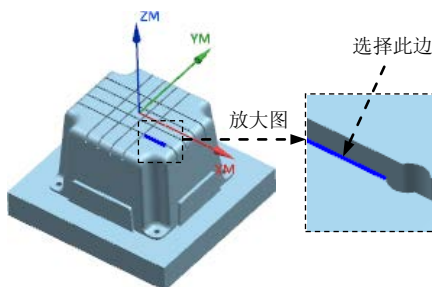

图 20.46 定义参照边
(1) 在 **刀具位置** 下拉列表中选择 **相切** 选项，然后在图形区选择图 20.46 所示的边线。